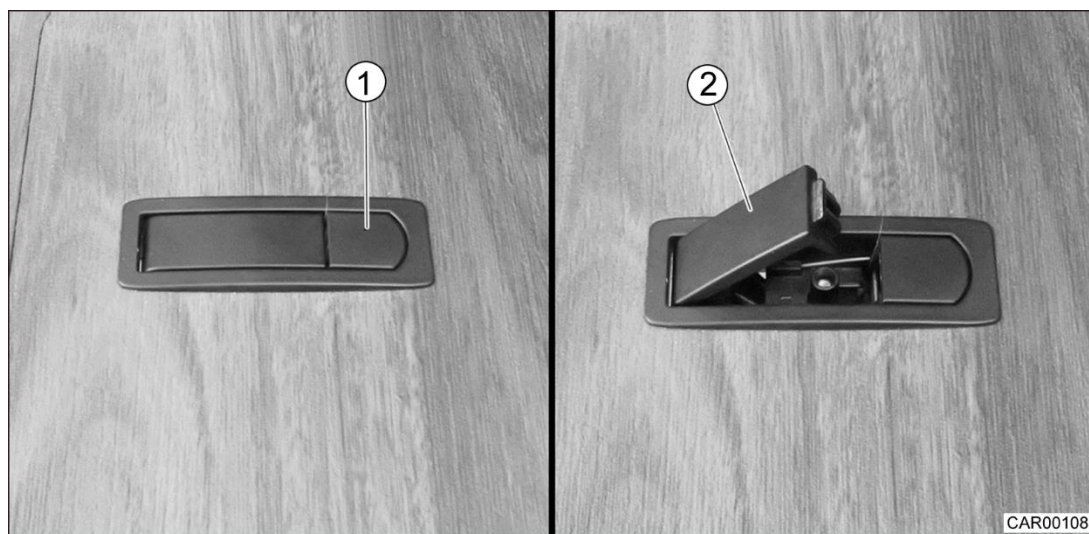

Fig. 109 Fermeture à levier du rangement profondément décaissé
1. Appuyer sur le bouton de déverrouillage (Fig. 109/1). Le levier à poignée (Fig. 109/2) s'ouvre.
1. Fermer la trappe et enfoncer le levier à poignée (Fig. 109/2) avec la main ou le pied jusqu'à ce qu'il encliquette.